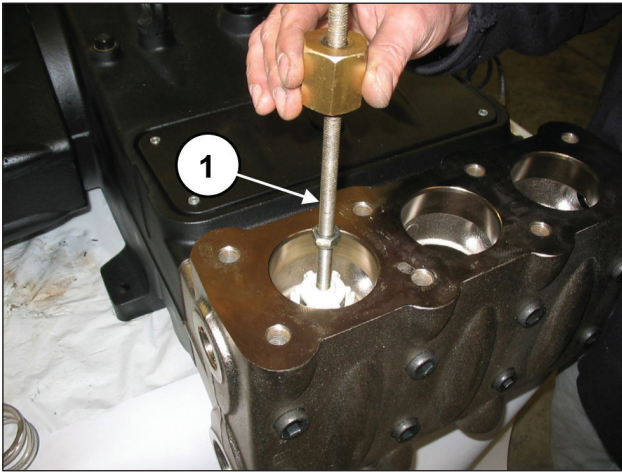

图92
使用有冲击锤的提取器来拔出输送阀组，须将提取器安装到阀导承的M10孔（部件号①，图92）中。